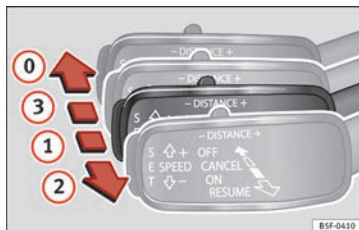

Fig. 199 À gauche de la colonne de direction : troisième levier pour utiliser la régulateur de vitesse adaptatif.
Il est possible de réactiver l'ACC en tirant le levier jusqu'à la position ② » fig. 199.